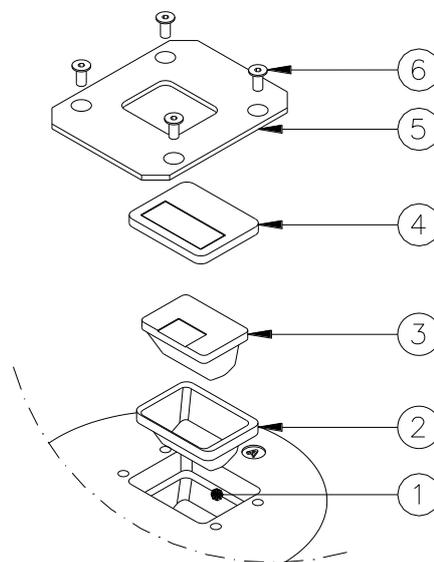

Figura 27 – Sostituzione del prisma
- rimuovere la piastra fermaprisma ed il cassetto porta-filtro (Figura 27 – n°4-5)
- rimuovere il vecchio prisma con guarnizione (Figura 27 – n°3-2)
- alloggiare la nuova guarnizione per prisma (Figura 27 – n°2) nella sede della calotta (Figura 27 – n°1)
- posizionare il prisma nell'apposita sede e premerlo con le mani (Figura 27 – n°3)
- posizionare il portalampada e il cassetto porta-filtro (Figura 27 – n°4-5) e stringere con le apposite viti TSCE M5x12 (Figura 27 – n°6), coppia di serraggio di 2.5 Nm
- posizionare la piastra fermaprisma (Figura 27 – n°5) e fissarla con le **relative** viti TSCE (Figura 27 – n°6), stringere con coppia di serraggio di 2.5 Nm